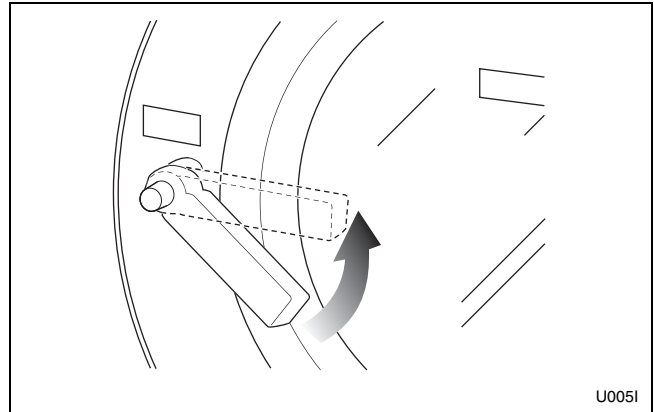

Figure 33
4. Fermer la porte et tourner la poignée dans le sens inverse des aiguilles d'une montre jusqu'au déblocage du bouton. Se reporter à la Figure 33.